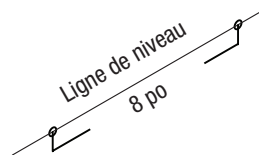

Figure 2
ÉTAPE 2: Tracez une ligne sur le mur à l'aide du niveau afin de déterminer l'emplacement des trous de vis. Les vis devraient être placées à une distance d'environ 8 pouces l'une de l'autre, tel qu'illustré à la **Figure 2**.